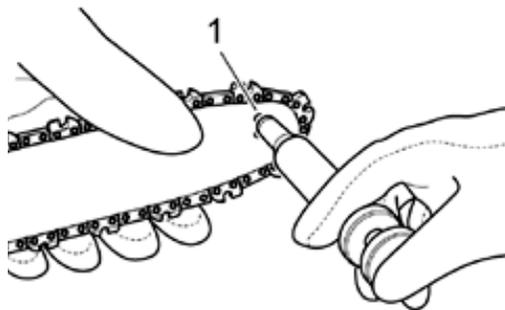

Рис. 16
2. Используя шприц с консистентной смазкой, тщательно смажьте звездочку шины, через смазочное отверстие (рис.16 поз.1) с обеих сторон, периодически прокручивая звездочку.